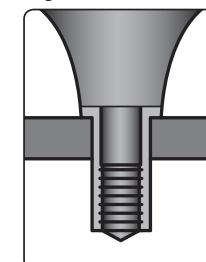

Fig. 5
- 5) Infilare l'inserto filettato nel foro di piazzamento (Fig. 5).